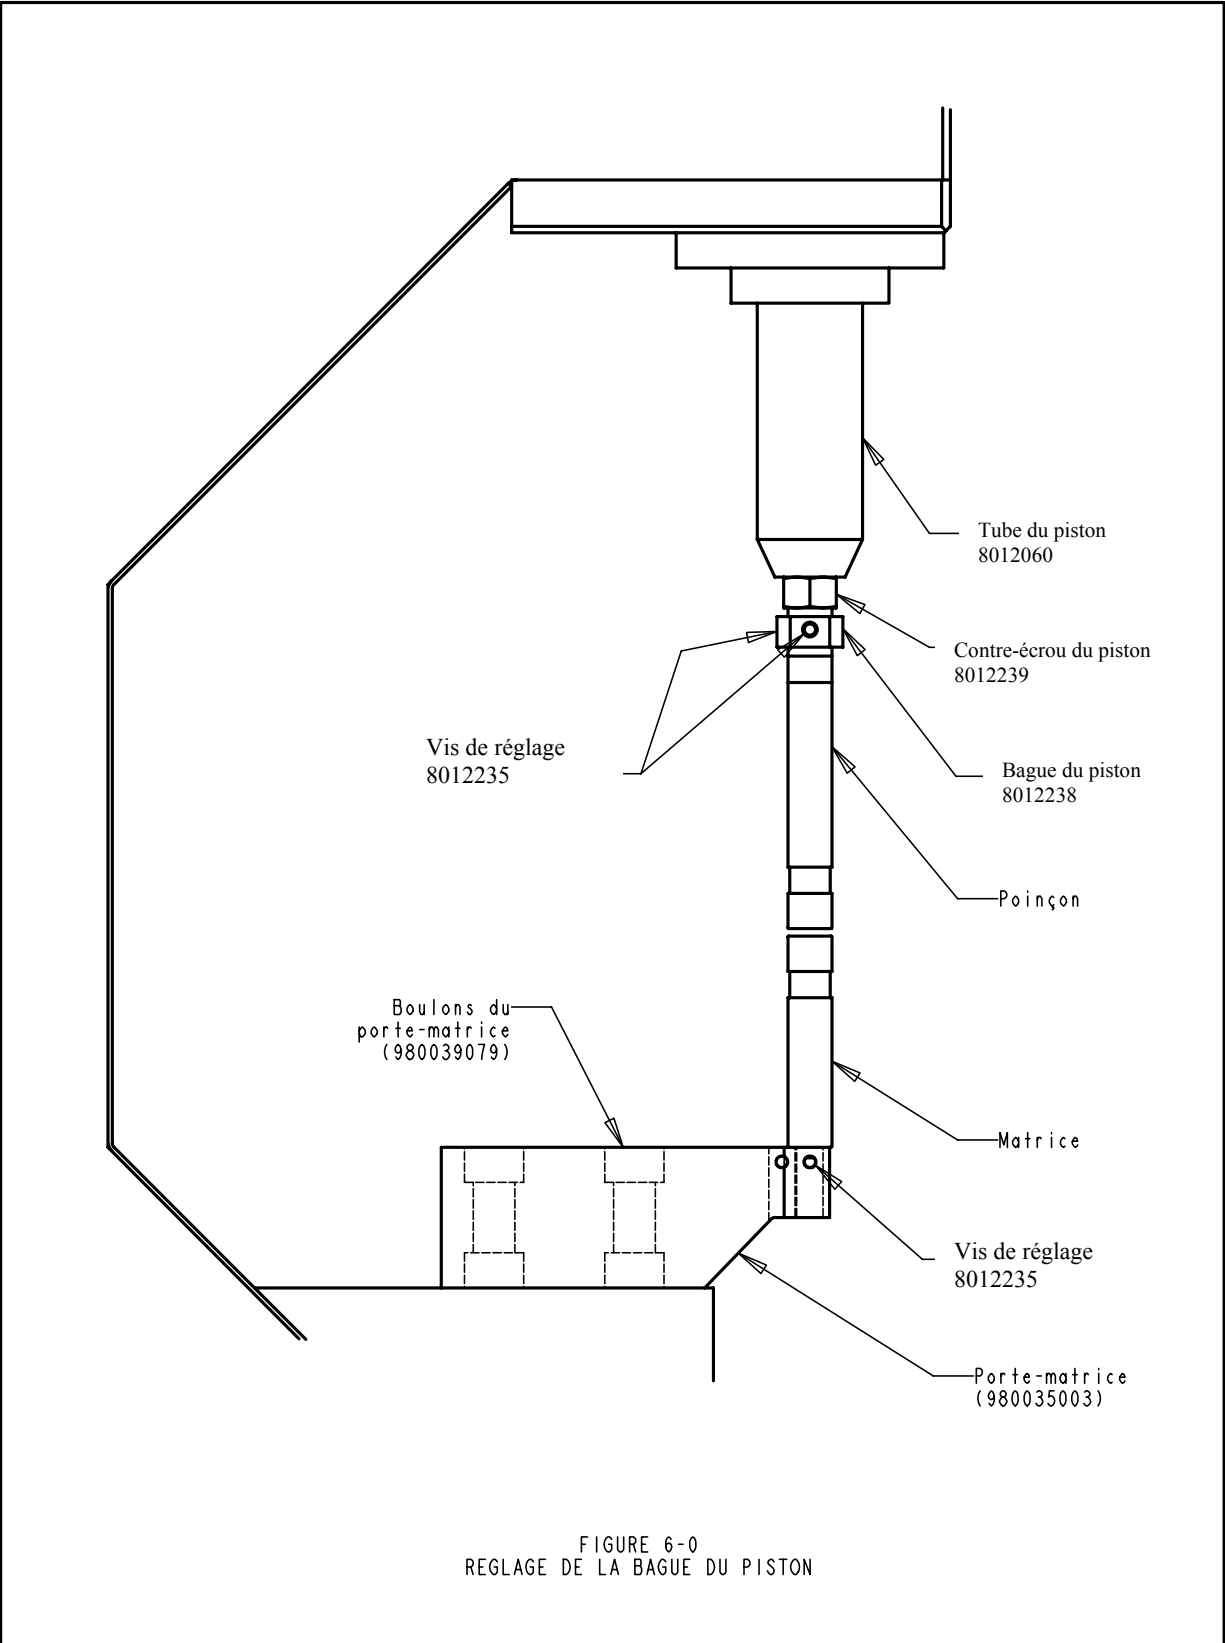

FIGURE 6-0
5. Utilisez (2) clés de 3/4 po, l'une sur la bague du piston, l'autre pour desserrer le contre-écrou du piston (figure 6.0). Desserrez la bague du piston à la main jusqu'à ce que les filetages soient exposés sur environ 16 mm.